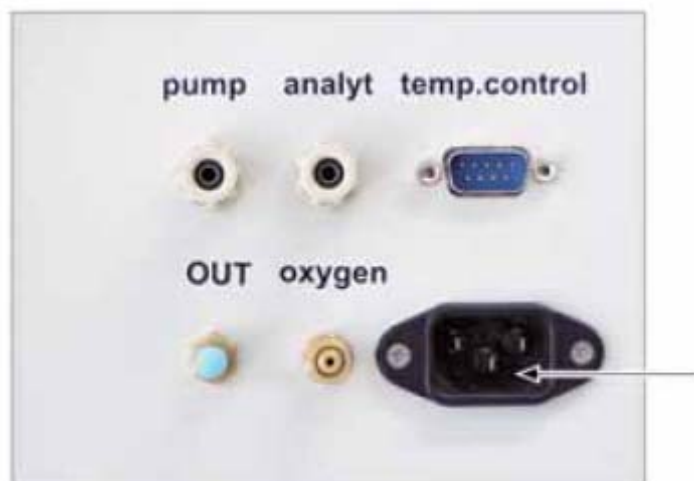

图 119 电源插头（箭头指示）
17. 用保护袋包住氧气管的开口端，用胶带紧紧粘上。（见图 119）
1. 将电源线插入固体测定模块背后的插座里（见图 119）。